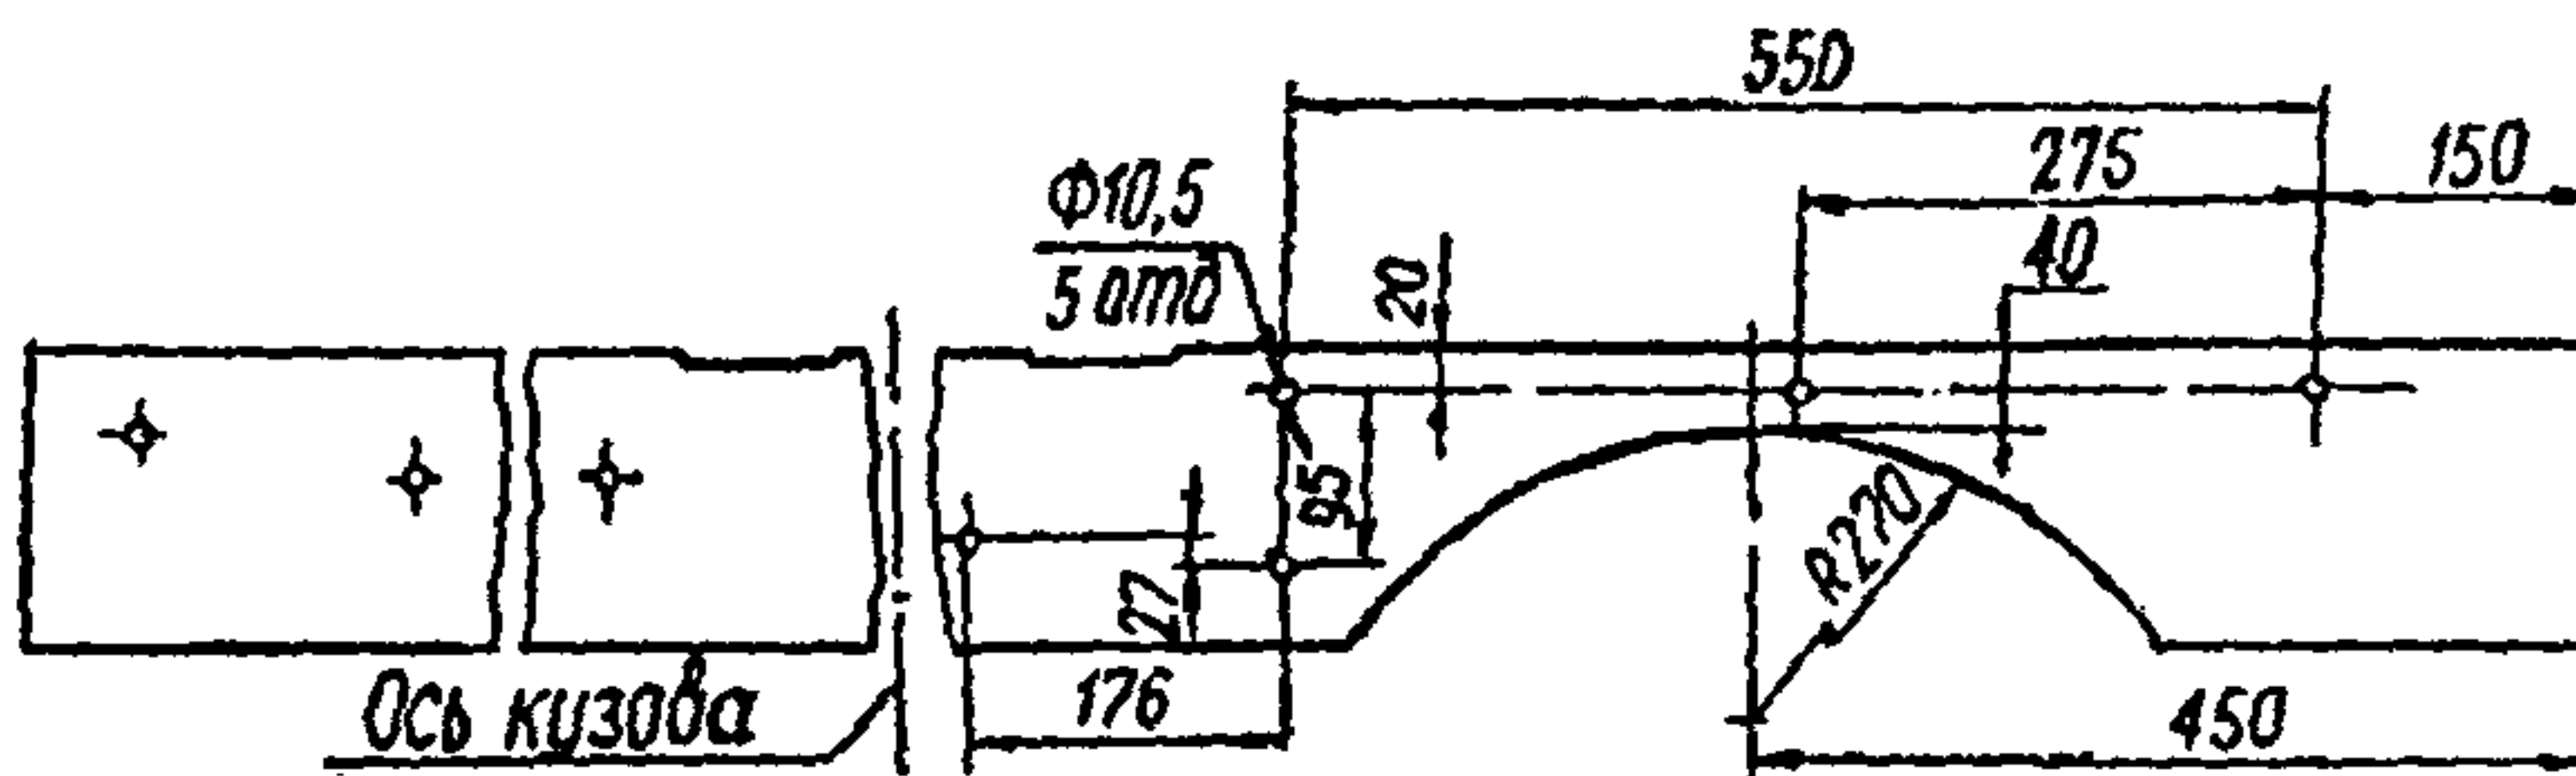

Рис. 5.48. Поперечный брус
- 2) произвести дообработку поперечного бруса (второго по ходу автомобиля) по размерам, данным на рис.5.48.